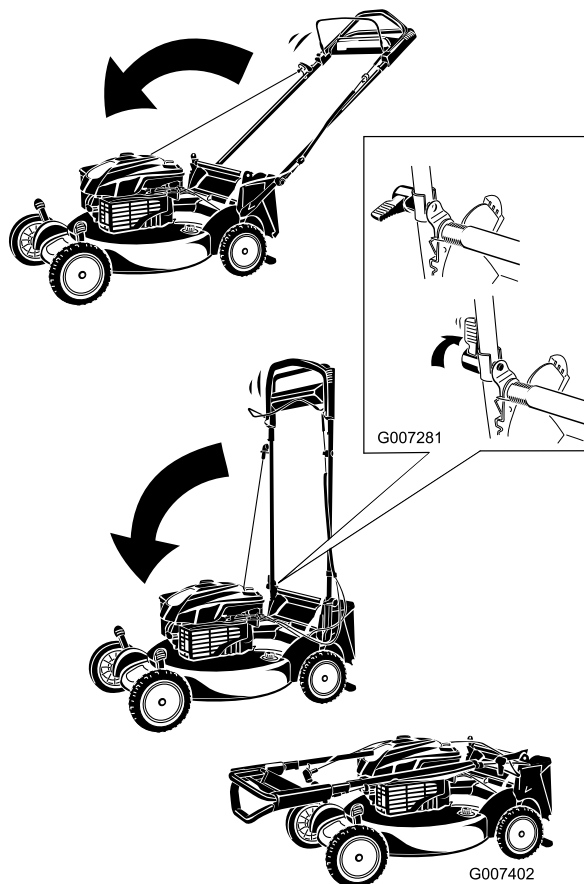

Figura 47
1. Doble el manillar hacia adelante (Figura 47).